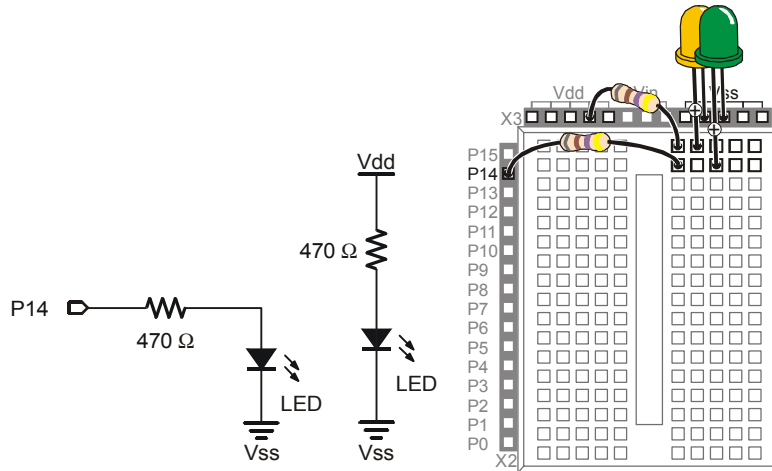

Figura 2-14
- √ Costruite il secondo circuito LED come mostrato in Figura 2-14.